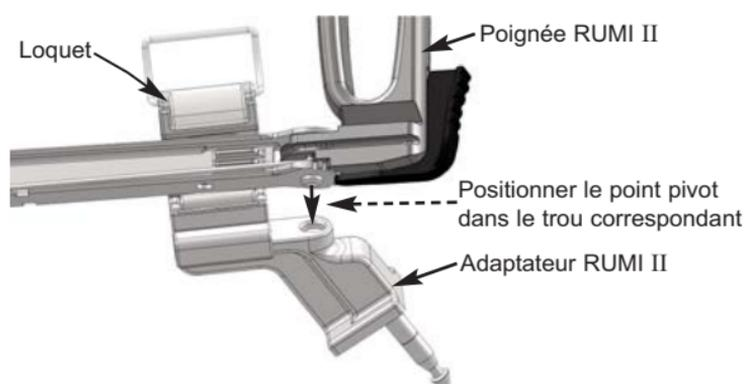

Figure 2. Fixation de la poignée RUMI II
1. Ouvrir le loquet de l'adaptateur (Figure 2).
3. Positionner le point pivot situé sur la face inférieure de la poignée pour manipulateur dans le trou correspondant de l'adaptateur (Figure 2).